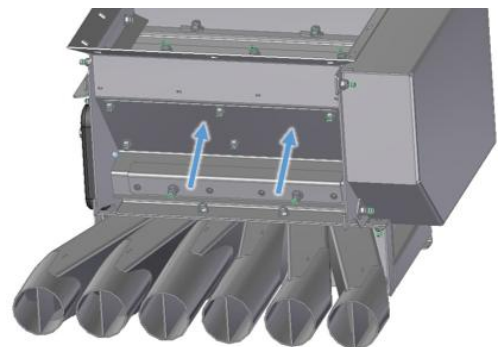

Figura 41
- Si se vuelve a atornillar la chapa de fijación después del ajuste, esta presionará más la escobilla sobre los tornillos con el accionamiento TX25 contra el eje de siembra (véase Figura 41).